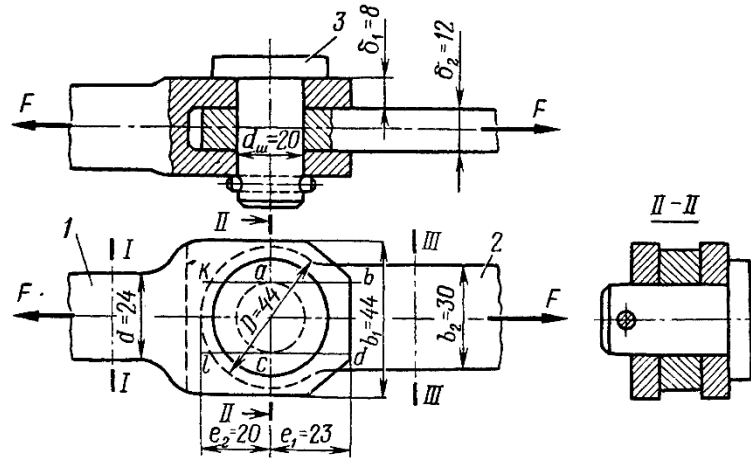

Рис. 1
1. Тяги 1 и 2 соединены между собой с помощью штыря 3, вставленного в их проушины, и нагружены, как показано на рис. 1. Определить допускаемое значение сил  $F$ , растягивающих тяги, при следующих значениях допускаемых напряжений: на растяжение  $[\sigma_p] = 120$  МПа; на срез  $[\tau_{ср}] = 80$  МПа; на смятие  $[\sigma_{см}] = 210$  МПа.